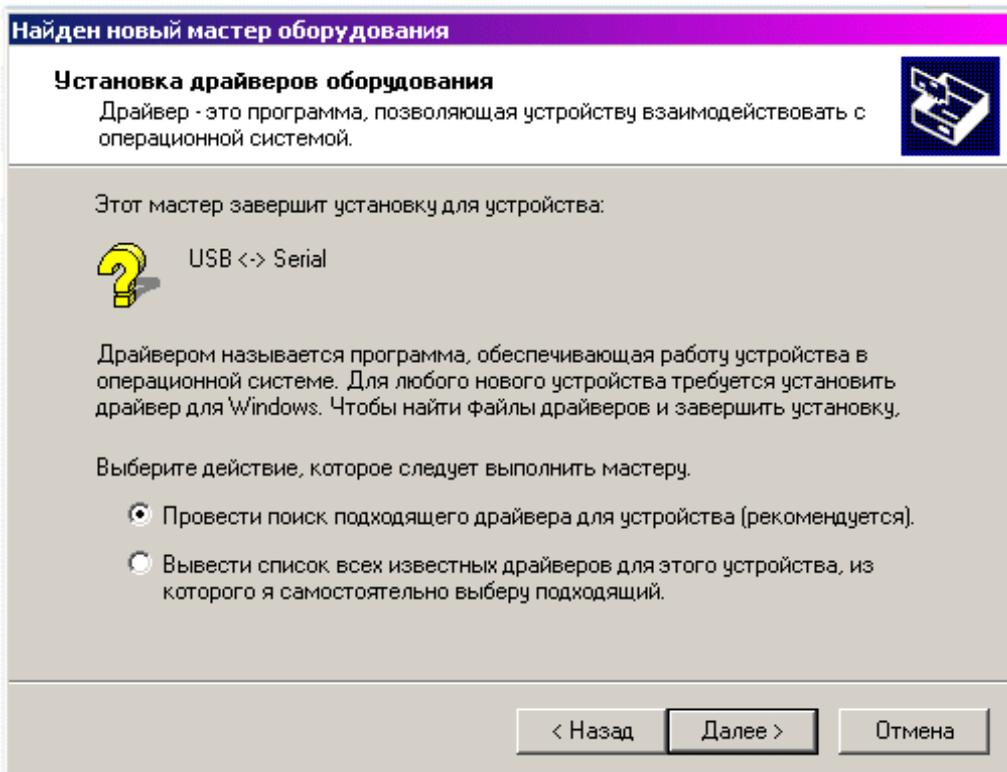

Рисунок 7 – Выбор действия мастера
1) В окне «Установка драйверов оборудования» поставьте переключатель в положение «Провести поиск подходящего драйвера для устройства (рекомендуется)» (см. рисунок 7).